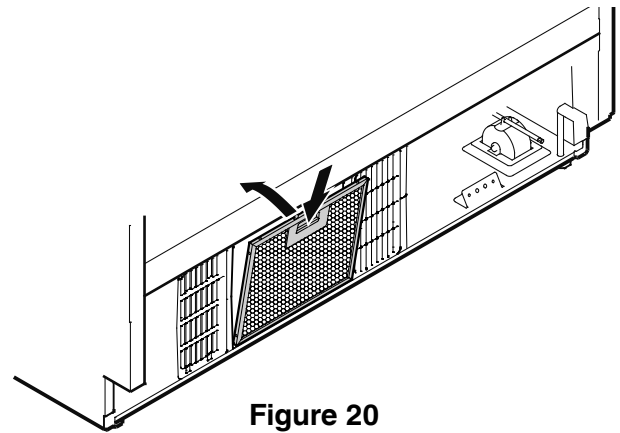

Figure 20
Montage de la grille de ventilation - Figure 20, 21
2. Ôter le film protecteur bleu du filtre à poussière fourni et insérer le filtre dans son emplacement dans le coup-de-pied comme à la Figure 20. Fixer le bas du filtre, appuyer sur le bouton et encliqueter le filtre.